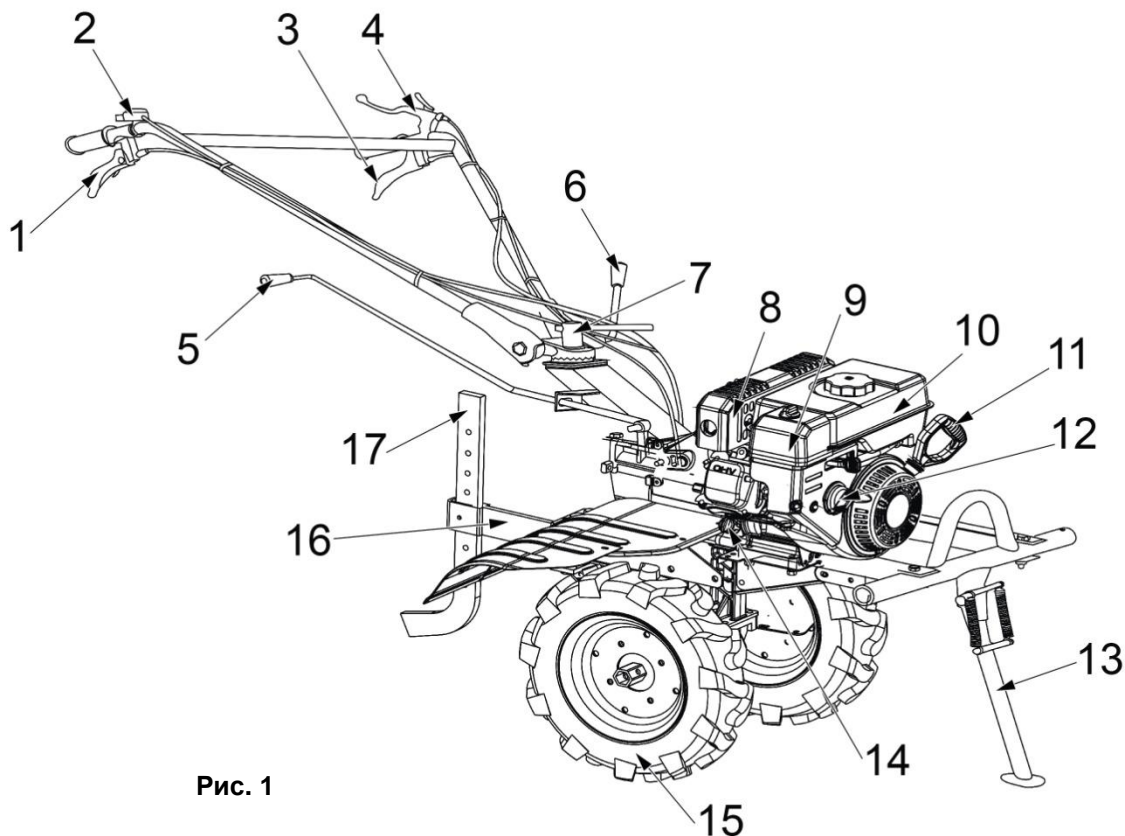

Рис. 1
- Установите руль управления на вал рулевой колонки. Зафиксируйте удобный угол наклона руля, затянув рукоятку (7) (См. Рис.1).
- Для изменения высоты руля отпустите рычаг фиксации положения руля (6) (См. Рис. 1) и установите руль на нужный уровень высоты. Для фиксации положения – крепко затяните рычаг.
- Для изменения угла поворота руля отпустите рычаг фиксации (7) (См. Рис. 1) и установите руль на нужный угол. Для фиксации положения – крепко затяните рычаг.
- Заполнение топливного бака (10)(См. Рис.1) бензином осуществляется перед запуском двигателя.